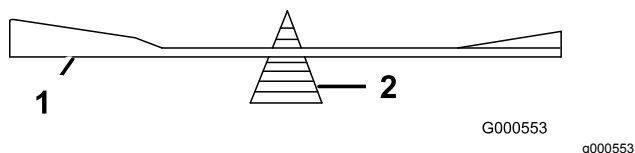

Рисунок 59
2. Проверьте балансировку ножа с помощью балансировочного устройства для ножей (Рисунок 59).